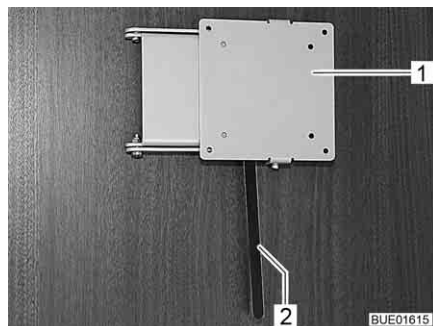

Bild 63 Halterung mit Entriegelungshebel
- Den Entriegelungshebel (Bild 63,2) zur Seite drücken und die Halterung (Bild 63,1) mit dem Flachbildschirm in die gewünschte Position drehen.
- Flachbildschirm zurückdrehen, bis die Halterung (Bild 63,1) in die Verriegelung einrastet.